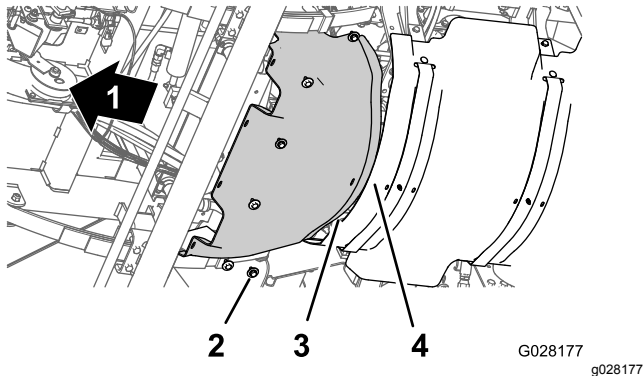

Bild 57
1. Fluchten Sie den hinteren Flansch des vorderen Wärmeschutzblechs über dem vorderen Flansch des hinteren Wärmeschutzblechs aus (Bild 57).
2. Fluchten Sie die Löcher im vorderen Wärmeschutzblech mit den Gewindelöchern im Chassis aus (Bild 57).
3. Befestigen Sie das vordere Wärmeschutzblech mit den sechs Sechskantschrauben und sechs Scheiben (Bild 57), die Sie in Schritt 3 von Entfernen des vorderen Wärmeschutzblechs (Seite 51) entfernt haben, an der Maschine.